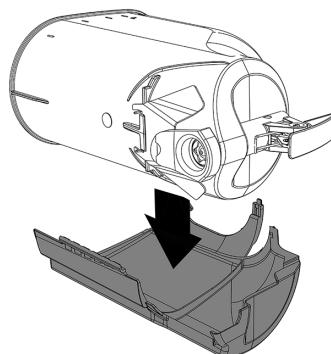
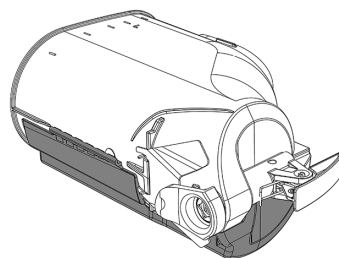

figura 2
figura 3
- 1** Adagiare la parte destra del recover su un piano. Posizionare il contenitore al suo interno.(vedere figura 2)(vedere figura 3).